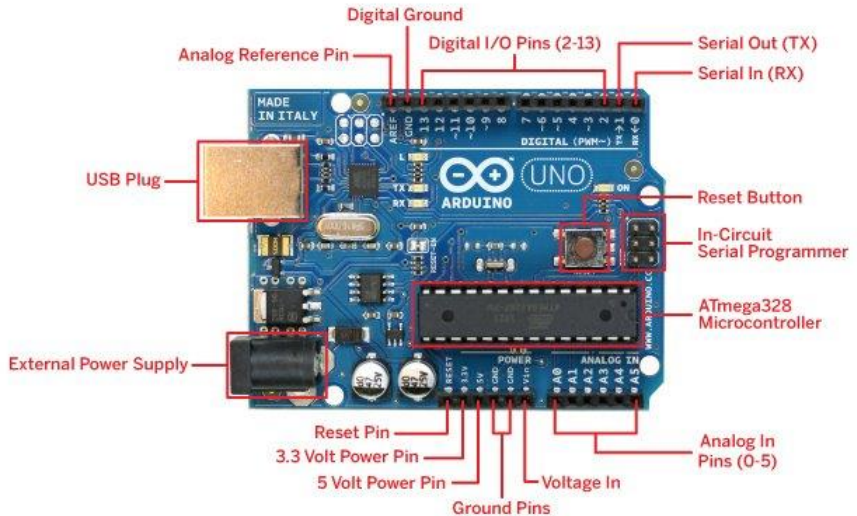

Рис. 1.1 Розпіновка плати Arduino Uno
Послідовний інтерфейс: виводи 0 (RX) і 1 (TX) (рис. 1.1). Використовуються для отримання (RX) і передачі (TX) даних по послідовному інтерфейсу. Ці виводи з'єднані з відповідними виводами мікроконтролера ATmega8U2 або ATmega16U2, що виконує роль перетворювача USB/UART.